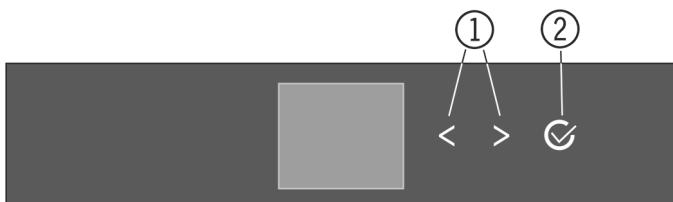
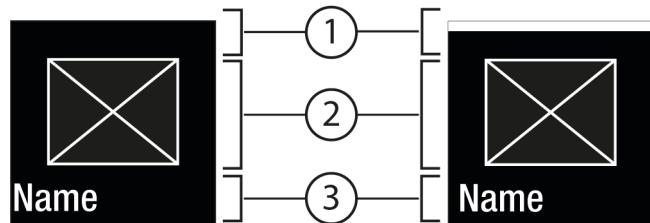

Fig. 5
Fig. 6
- (1) Navigačná šípka vľavo/vpravo      (2) Potvrdiť
#### Navigačná šípka vľavo/vpravo Fig. 5 (1):
#### Potvrdiť Fig. 5 (2):
- Navigujte pomocou navigačnej šípky vľavo/vpravo Fig. 5 (1).
- Pomocou Potvrdiť Fig. 5 (2) vyvolajte podmenu Fig. 7 (4).
- Nastavenie novej hodnoty: Pomocou Potvrdiť Fig. 5 (2) vyberte deaktivovanú hodnotu Fig. 6 (1).
- Späť na menu: pomocou Potvrdiť Fig. 5 (2) vyberte už aktivovanú hodnotu Fig. 6 (2).
- Navigačné šípky Fig. 5 (1) stáčajte dovtedy, kým sa nezobrazí funkcia.
- Stlačte Potvrdiť Fig. 5 (2).
- Navigačnými šípkami Fig. 5 (1) zvoľte hodnotu nastavenia.
- ▷ Stav: aktivovaná Fig. 6 (1) sa krátko objaví v podmenu Fig. 7 (4).
- Navigačné šípky Fig. 5 (1) stláčajte dovtedy, kým sa nezobrazia nastavenia .
- Navigačné šípky Fig. 5 (1) stáčajte dovtedy, kým sa nezobrazí požadované nastavenie.
- Na 3 sekundy stlačte Potvrdiť Fig. 5 (2).